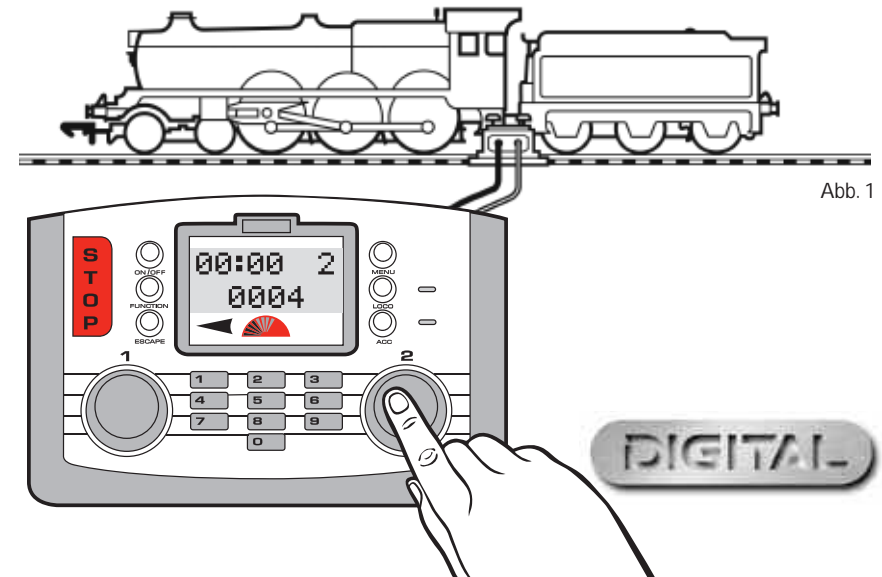

Abb. 1
- Drücken Sie den **Regler 2** und lassen Sie ihn wieder los. Auf dem Bildschirm erscheint „00:00 2 0004“. Wenn Sie den **Regler 2** drehen, fährt die Lokomotive los. Wenn Sie möchten, dass die Lokomotive in die andere Richtung fährt, drücken Sie den **Regler 2**. Auf dem Bildschirm ist erkennbar, dass sich der Richtungspfeil geändert hat. S. Abb. 1.